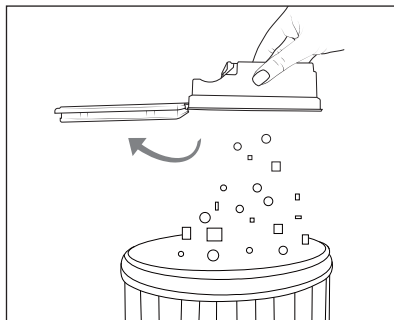

Fig. 8
- 3) Videz le contenu du bac à poussière 12 dans une poubelle (voir fig. 8).